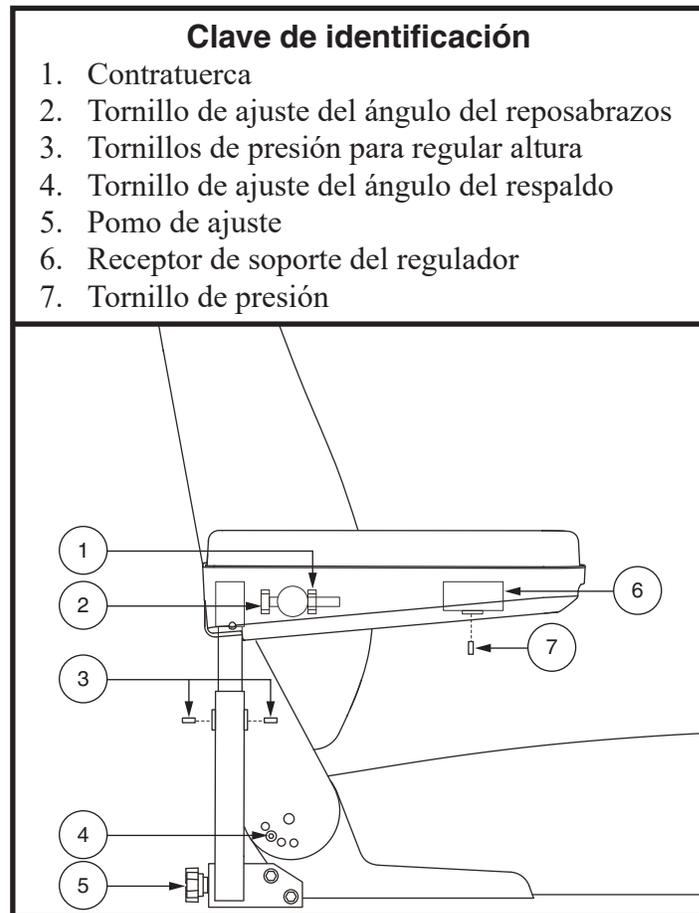

Figura 12. Ajuste del respaldo y reposabrazos
NOTA: La configuración más común del hardware de ajuste del asiento se muestra en la figura 12. Su producto puede estar equipado con una configuración diferente. Todas las configuraciones operan de manera similar.
1. Quite los tornillos de ajuste de las dos bisagras del asiento. Ver figura 12.
1. Localice los dos pomos de ajuste en el soporte del reposabrazos. Ver figura 12.
2. Afloje las contratuerca. Ver figura 12.
1. Afloje los dos tornillos de presión del reposabrazos. **Ver figura 12.**
2. Afloje el tornillo a presión del soporte del regulador. **Ver figura 12.**
5. Afloje el tornillo a presión de la parte inf. interna de cada reposabrazos. **Ver figura 12.**